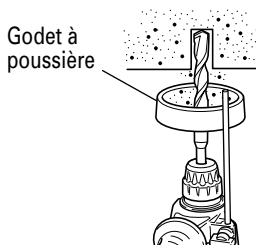
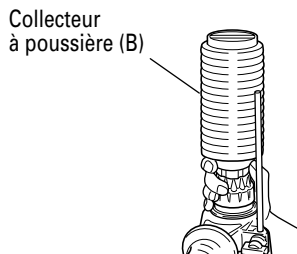

Fig. 4
Fig. 5
7. Lors de l'installation de la capuchon à poussière ou du collecteur de de poussière (B) (accessoires en option) (Fig. 4, Fig. 5)
Utiliser la capuchone à poussière en la fixant au foret comme montré dans la Fig. 4.
- Pose du collecteur à poussière (B)
Lors de l'utilisation du collecteur à poussière (B), l'insérer par le bout du foret en l'alignant avec la rainure sur la poignée. (Fig. 5)